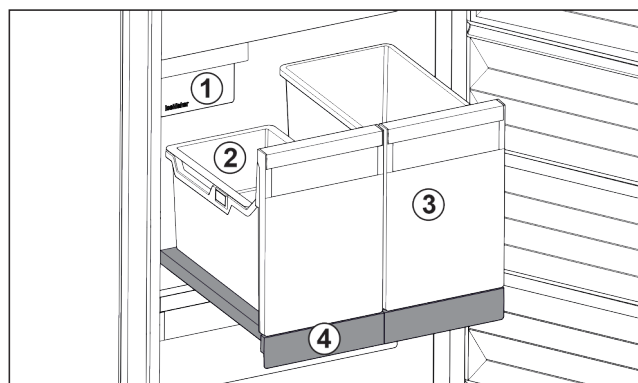

Fig. 83 Wsuwana półka z IceTower
- (1) IceMaker
- (2) Półka zawieszana na kostki lodu
- (3) Pojemnik, np. na pizzę, napoje alkoholowe
- (4) Wsuwana półka
Na wysuwanej półce znajdują się dwa wysokie pojemniki (IceTower). W pojemniku Fig. 83 (2) zbierane i przechowywane są kostki lodu z IceMaker. Pojemnik Fig. 83 (3) nadaje się do przechowywania wysokich artykułów spożywczych, takich jak pizza i napoje alkoholowe.